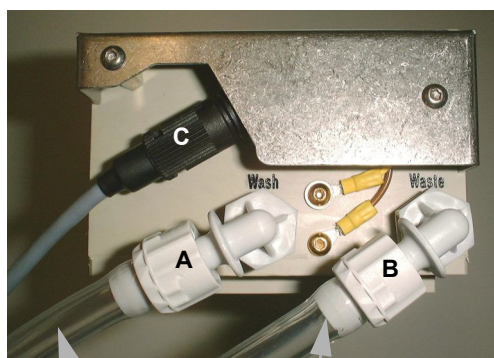

Рис. 5-7 Соединения промывочного блока
4 Вставьте кабель датчика уровня в соответствующие разъемы на промывочном устройстве (C) и промывочном блоке (C, Рис. 5-7, Д 5-5).